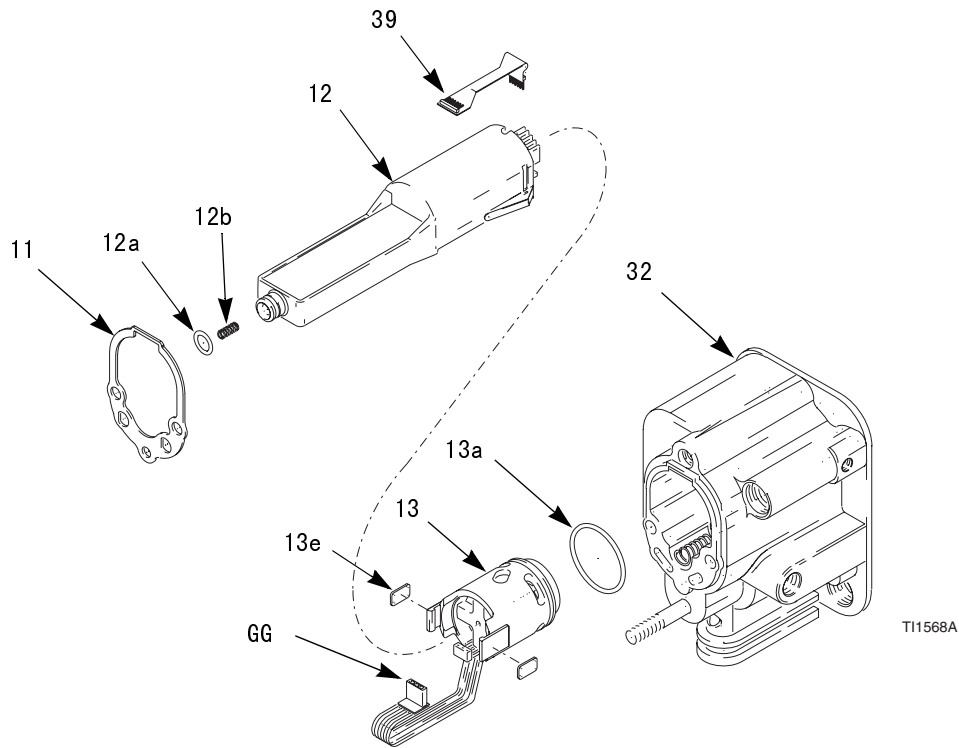

图 31. 供电电源
3. 用手抓牢供电电源（12）。轻轻地向两侧移动，让供电电源 / 交流发电机组件脱离枪身（32），然后小心将其直着拉出。将柔性电路（39）与枪身顶部（32）的插座断开。见图 31。